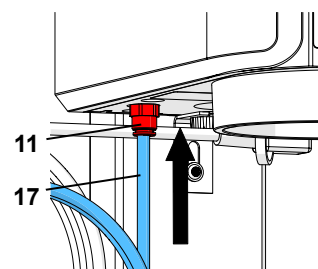

рис. 5-а
У предыдущих моделей смесителей входной фильтр (12) расположен вне прибора (рис. 5-b). В этих случаях шланг для сжатого воздуха (17) следует вставить во входной фильтр (12). При этом должно ощущаться незначительное сопротивление. **НИКОГДА не использовать прибор без входного фильтра!**